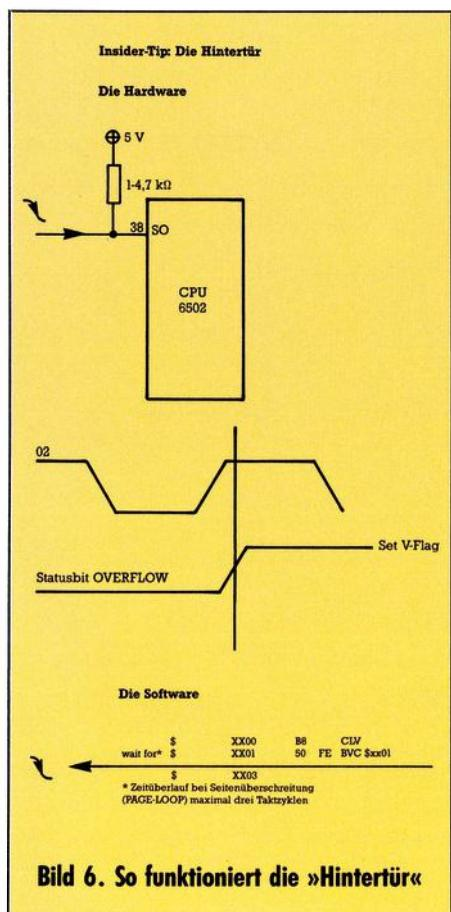
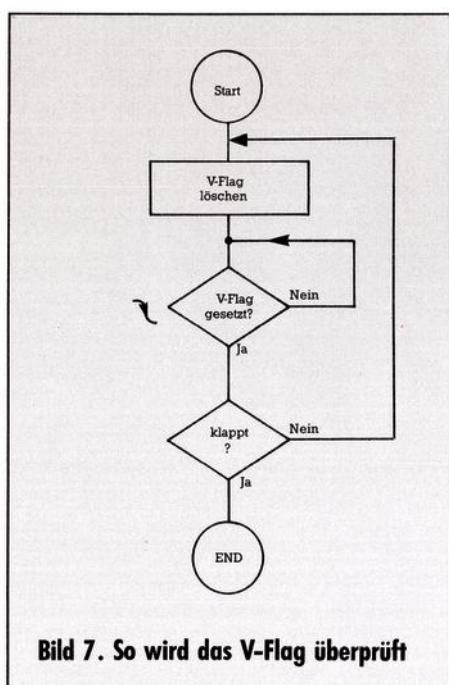

Bild 6. So funktioniert die »Hintertür«
Bild 7. So wird das V-Flag überprüft
Dieser fantastische Eingang existiert bei der CPU 6502. Es ist der Eingang »Set Overflow« (SO). Systementwickler benutzen diesen Eingang normalerweise nicht, weil er in der Dokumentation nur als künftige Erweiterung beschrieben wird. Wird der Eingang SO von seinem Normalzustand (High) auf Low-Potential gelegt, wird innerhalb eines Taktes im Statusregister der CPU das Overflow-Bit gesetzt (Bild 6). Hiermit lassen sich also für die CPU sehr schnelle Ergebnisse abfragen. Die CPU löscht das Overflow-Bit mit dem Befehl CLV (Clear Overflow Bit) und hängt in einer Abfrageschleife BVC (Branch on Overflow Clear). Wenn das SO-Signal wieder Low-Potential annimmt, wird die Schleife verlassen und die Daten können angenommen werden (Bild 7). Es ist hiermit möglich, daß die 6502-CPU mit einem achtmal schnelleren Prozessor zusammenarbeitet. Wir haben diesen Eingang die Hintertür genannt.